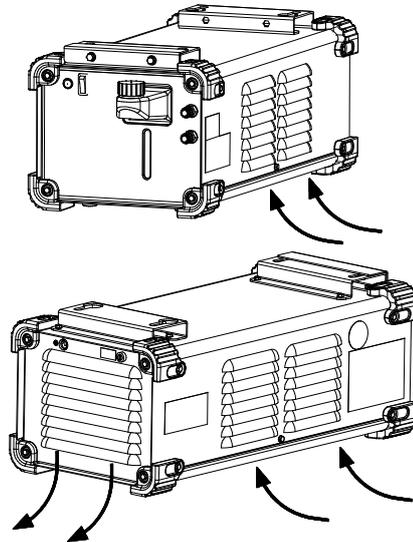

Figura 3.
9. **Aberturas de circulação de ar:** permitem a circulação adequada do ar de refrigeração (Figura 3).